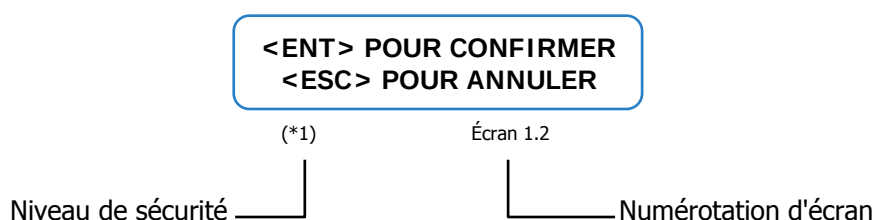

Fig.20. Remarques relatives aux écrans.
- Notes relatives à l'écran présent dans le manuel (voir Fig. 20) :